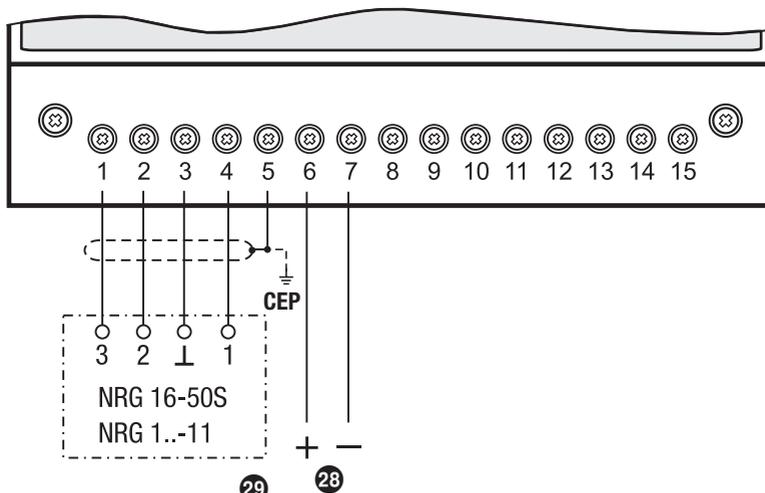

Fig. 8 Schema dei collegamenti per apparecchi con UNA sonda
Eseguire i collegamenti come da schema elettrico. **Fig. 8, 9**
6. Inserire il cavo nel pressacavo **27** nella parte superiore del connettore **22** collegare i conduttori **23** secondo lo schema. **Fig. 8**